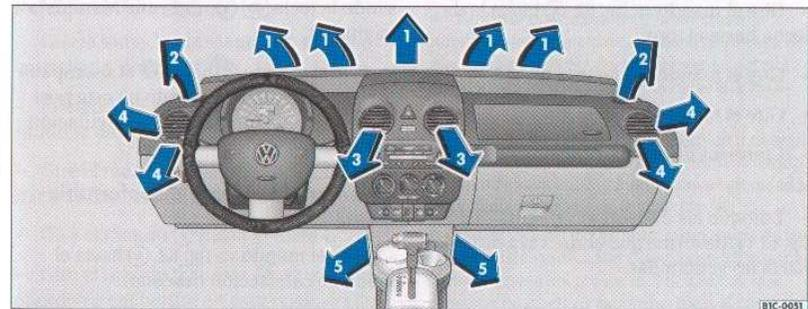

Fig. 61 Tablero de instrumentos: disposición de los difusores
- Cierre los difusores => página 73, fig. 61 3.
- Enfoque los difusores => página 73, fig. 61 4 de forma que el aire vaya dirigido hacia las ventanillas.
- Enfoque los difusores => página 73, fig. 61 4 para proyectar aire caliente adicional hacia las ventanillas.
- Regule el caudal del aire caliente y la dirección de proyección de los difusores => página 73, fig. 61 4.
- Enfoque los difusores => página 73, fig. 61 3 y 4 como desee.
- Abra los difusores => página 73, fig. 61 3 y 4.